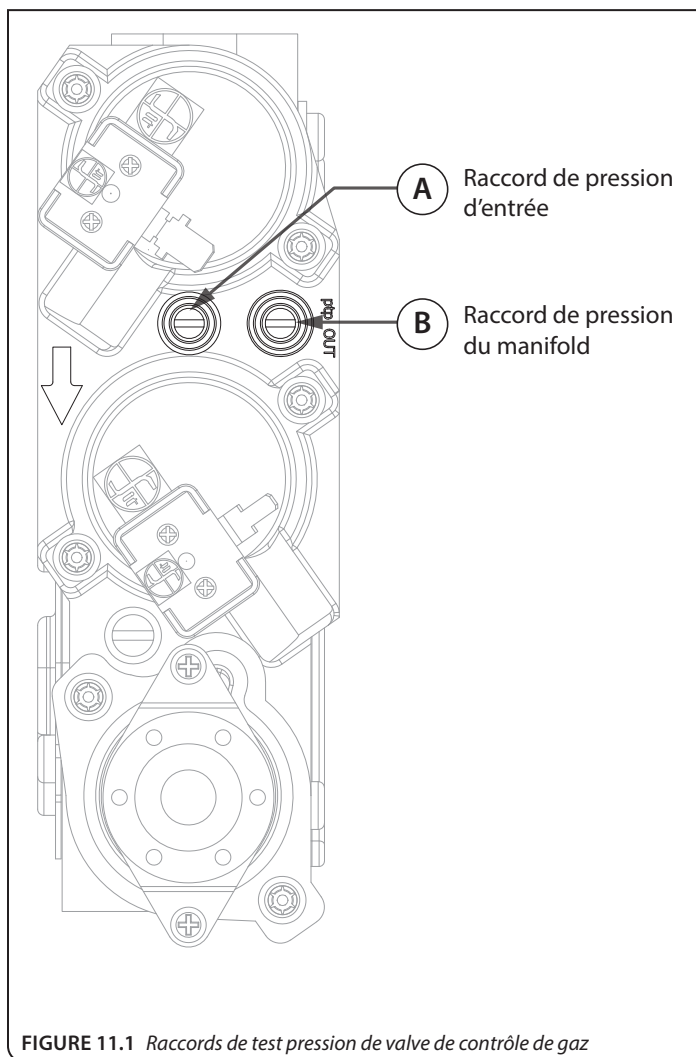

FIGURE 11.1 Raccords de test pression de valve de contrôle de gaz
1. Desserrer la vis du raccord de test de pression d'entrée («IN») en sens antihoraire. Voir (A) à la **FIGURE 11.1**.
2. Desserrez la vis du raccord de test de pression du manifold («OUT») en sens antihoraire. Voir (B) à la **FIGURE 11.1**.